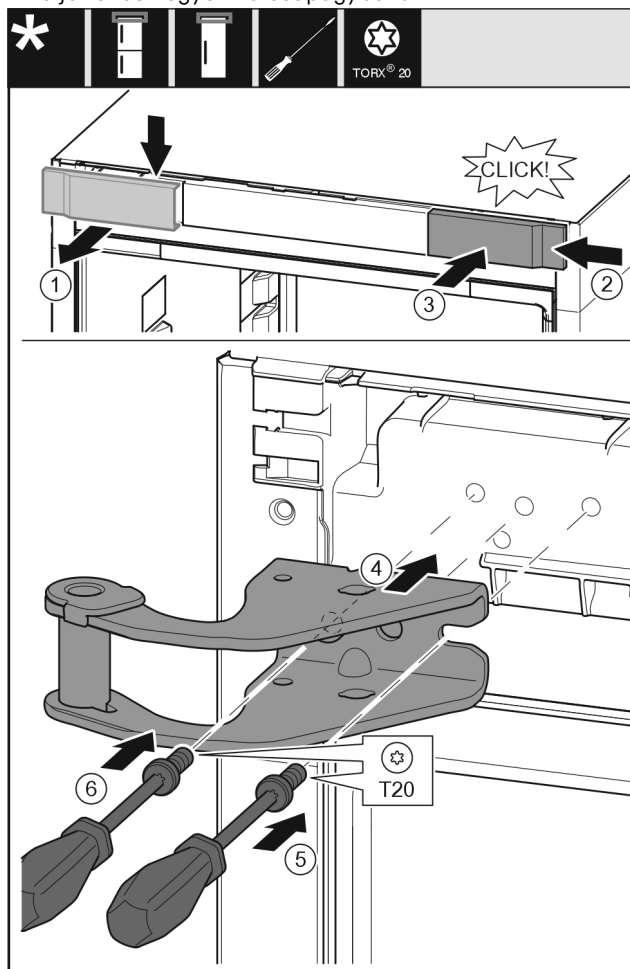

Fig. 9
- ▶ Vegye ki felülről az alsó fedelet előre felé. Fig. 9 (1)
- ▶ Akassza be a fedelet 180°-kal elfordítva a másik oldalra jobbról. Fig. 9 (2)
- ▶ Pattintsa be a fedelet. Fig. 9 (3)
- ▶ Helyezze fel a felső csapágybakot. Fig. 9 (4)
- ▶ Helyezze fel és húzza meg a csavart a T20 csavarhúzóval. Fig. 9 (5)
- ▶ Helyezze be és húzza meg a csavart a T20 csavarhúzóval. Fig. 9 (6)